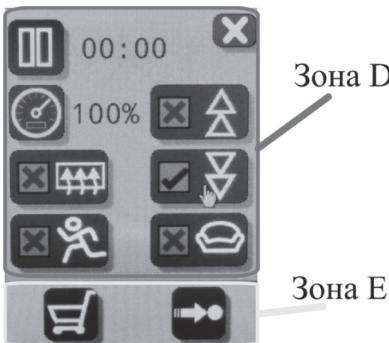

Рисунок 5.6 – Дисплей режима настройки процедуры
5.4. Дисплей режима настройки процедуры (см. рис. 5.6):